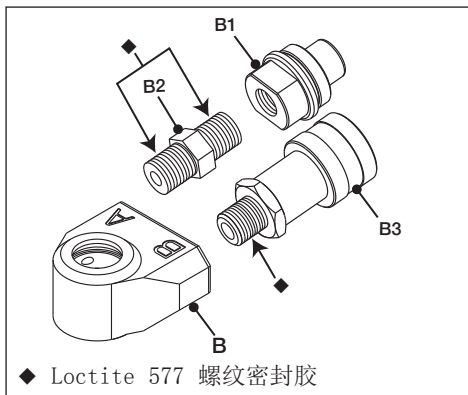

图 25
#### 5.3.1 液压旋转接头和旋转接头杆拆卸 (图 21 和图 25)
有关旋转接头组件的信息，请参见图 21 和图 25。
### 5.3.7 - 液压旋转接头和旋转接头杆重新装配和重新安装 (图 21 和图 25)
**注意** 若已拆下，则在 旋转接头杆 (F) 上安装旋转接头 (B) 前，先重新安装快换接头 (B1 和 B3) 以及直通接头 (B2)。安装快换接头和直通接头时用软口虎钳夹住旋转接头。
- 在快换母接头 (B3) 和直通接头 (B2) 的螺纹中涂上 Loctite 577 密封剂。涂抹位置请参见图 25 中的 ◆。